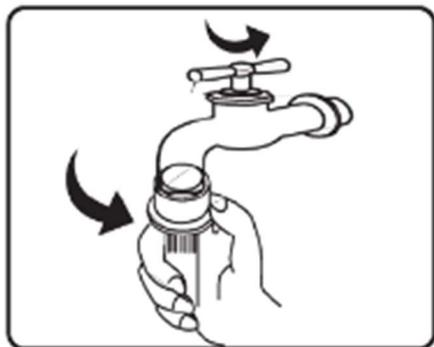

Рис. 1
- Закройте кран и отсоедините заливной шланг от крана (рис.1).